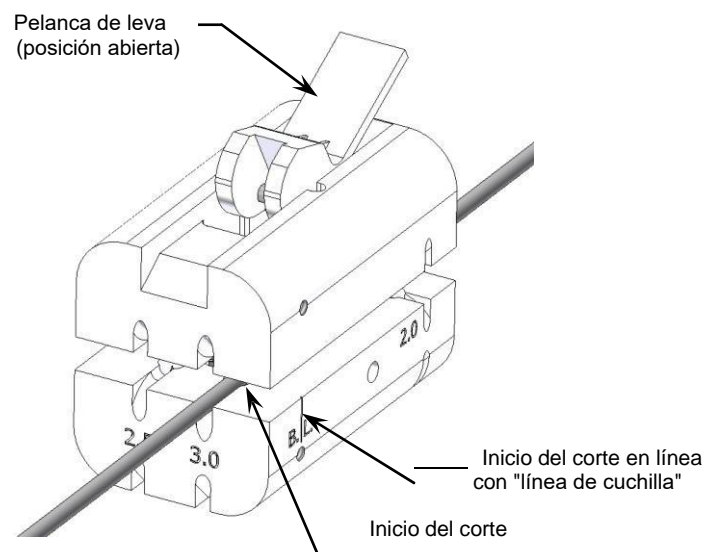

Figura 2
3. Coloque el tubo en el canal apropiado, asegurándose de que esté completamente alineado. Las cuchillas se encuentran en una marca de ranura, donde se indica por B.L. Esta "línea de cuchillas" es donde comenzará el corte. (Figura 2)